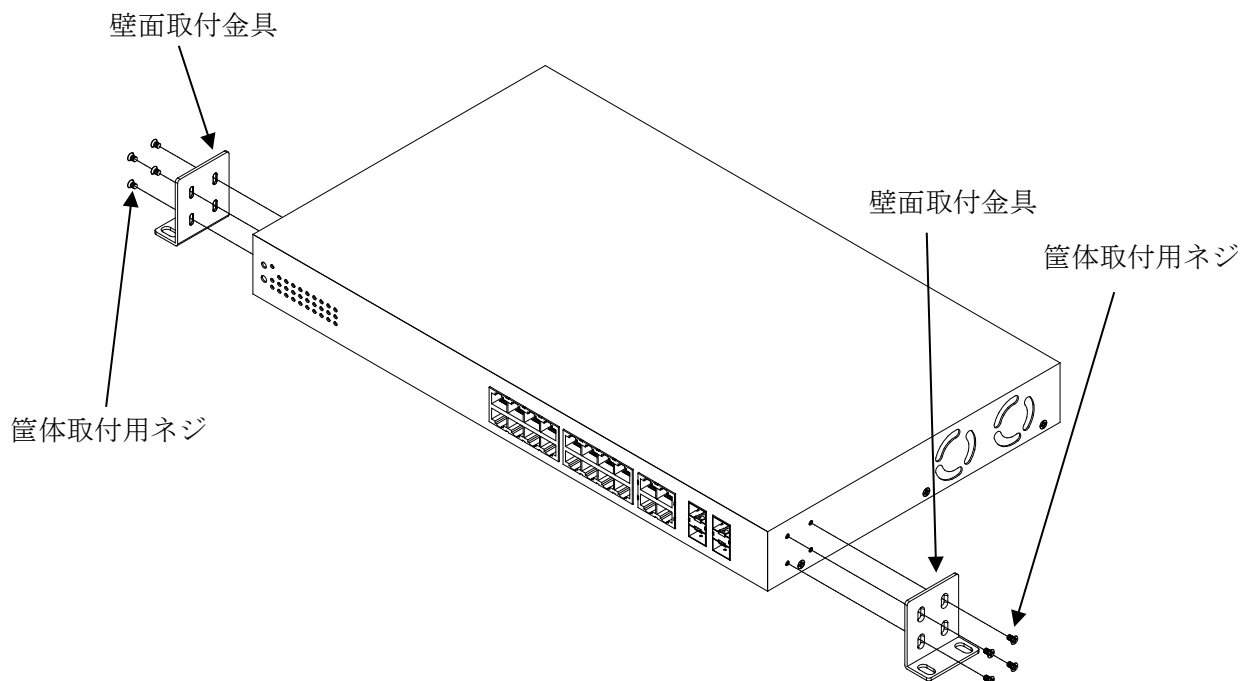
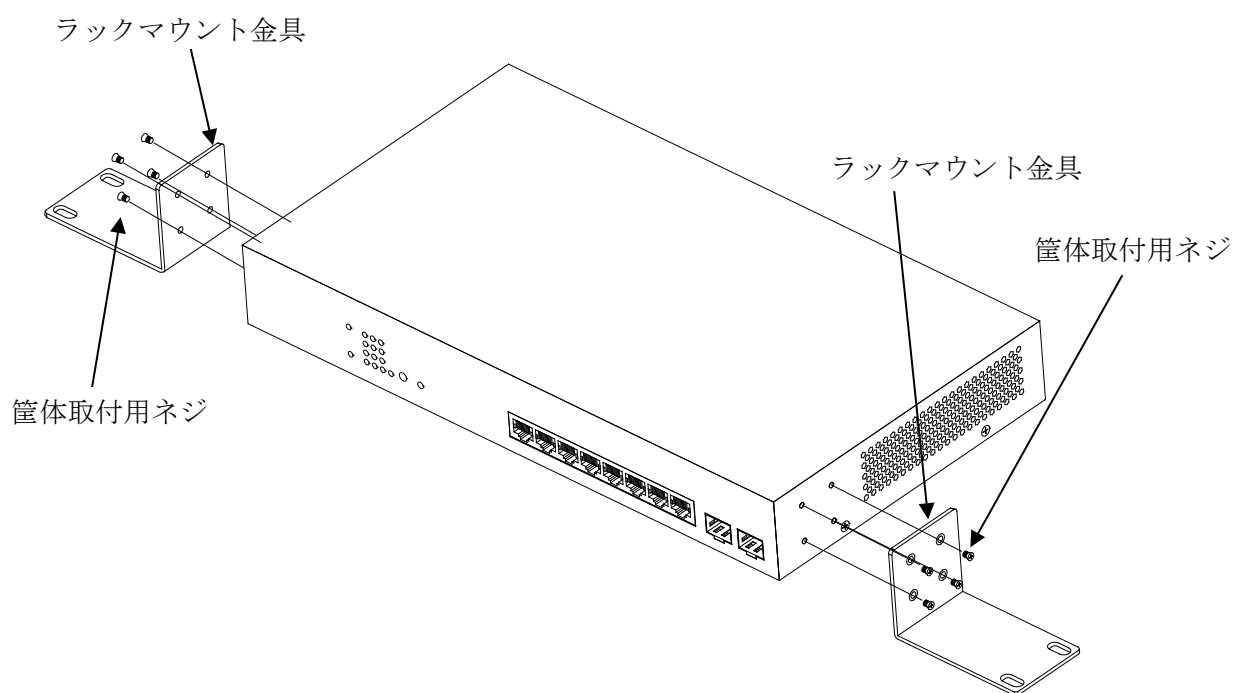

図 3-10 壁面取付金具の取り付け方法
図 3-11 ラックマウント金具の取り付け方法
- (1) 筐体取付用ネジを用いて、壁面取付金具またはラックマウント金具を本体に取り付けます。金具の向きは図 3-10、図 3-11 を参照ください。APLGS110GTSS、APLGS120GTSS/SS2、APLGS110GTPOE/POE2 の場合、本体に取付済みのゴム足、マグネットは外さないでください。